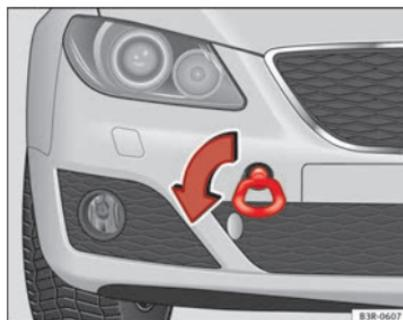

Fig. 232 Atornillado de la argolla de remolque en la parte delantera del vehículo
- Atornille la argolla hasta el tope hacia la *izquierda*, en el sentido que indica la flecha ⇒ fig. 232. ■